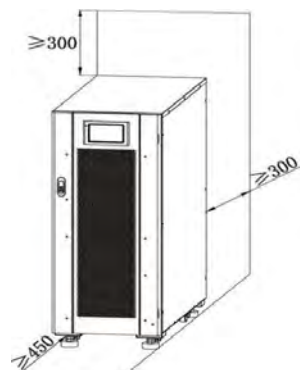

Рис. 3 – 1 Отступы от ИБП мощностью 80 кВА (единицы измерения: мм)
- Вокруг шкафа должно быть зарезервировано определенное пространство для работы и вентиляции. Оставьте не менее 450 мм пространства для вентиляции и работы спереди, не менее 300 мм пространства для работы сверху и не менее 300 мм пространства для вентиляции сзади. Если к тыльной стороне ИБП требуется доступ для обслуживания, зарезервируйте не менее 800 мм. В качестве примера возьмем ИБП мощностью 80 кВА, показанный на рис. 3 – 1.